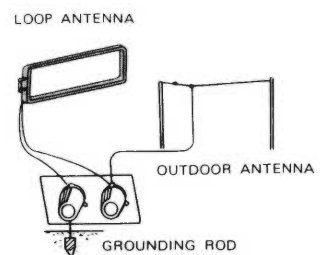

Fig. 5
- **AM ANTENNA CONNECTION (Fig. 5)**